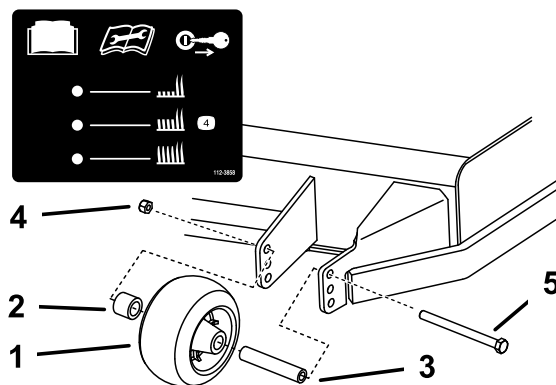

Bild 30
3. Stellen Sie die Antiskalpierrollen ein, wie in **Bild 30** abgebildet.